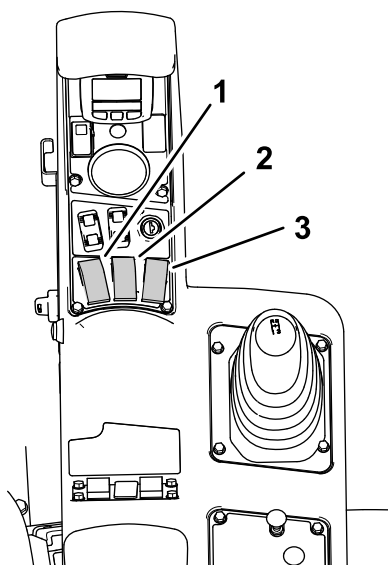
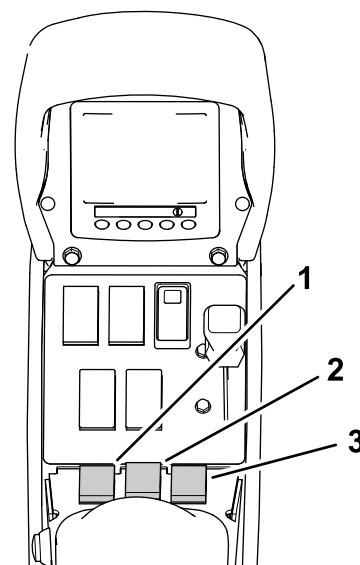

Figura 64
Figura 65
1. Coloque os interruptores das três secções (localizados na consola de controlo da máquina) na posição LIGAR (Figura 64 e Figura 65).